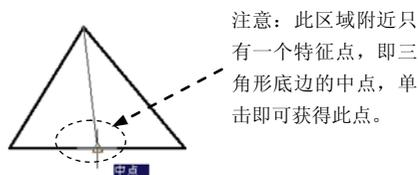

图 3.5.3 自动捕捉三角形底边的中点
Step5. 在命令行指定下一点或 **[放弃(U)]** 的提示下，将鼠标光标移至三角形底边的中点附近，当鼠标光标附近出现“中点”提示时单击，如图 3.5.3 所示。